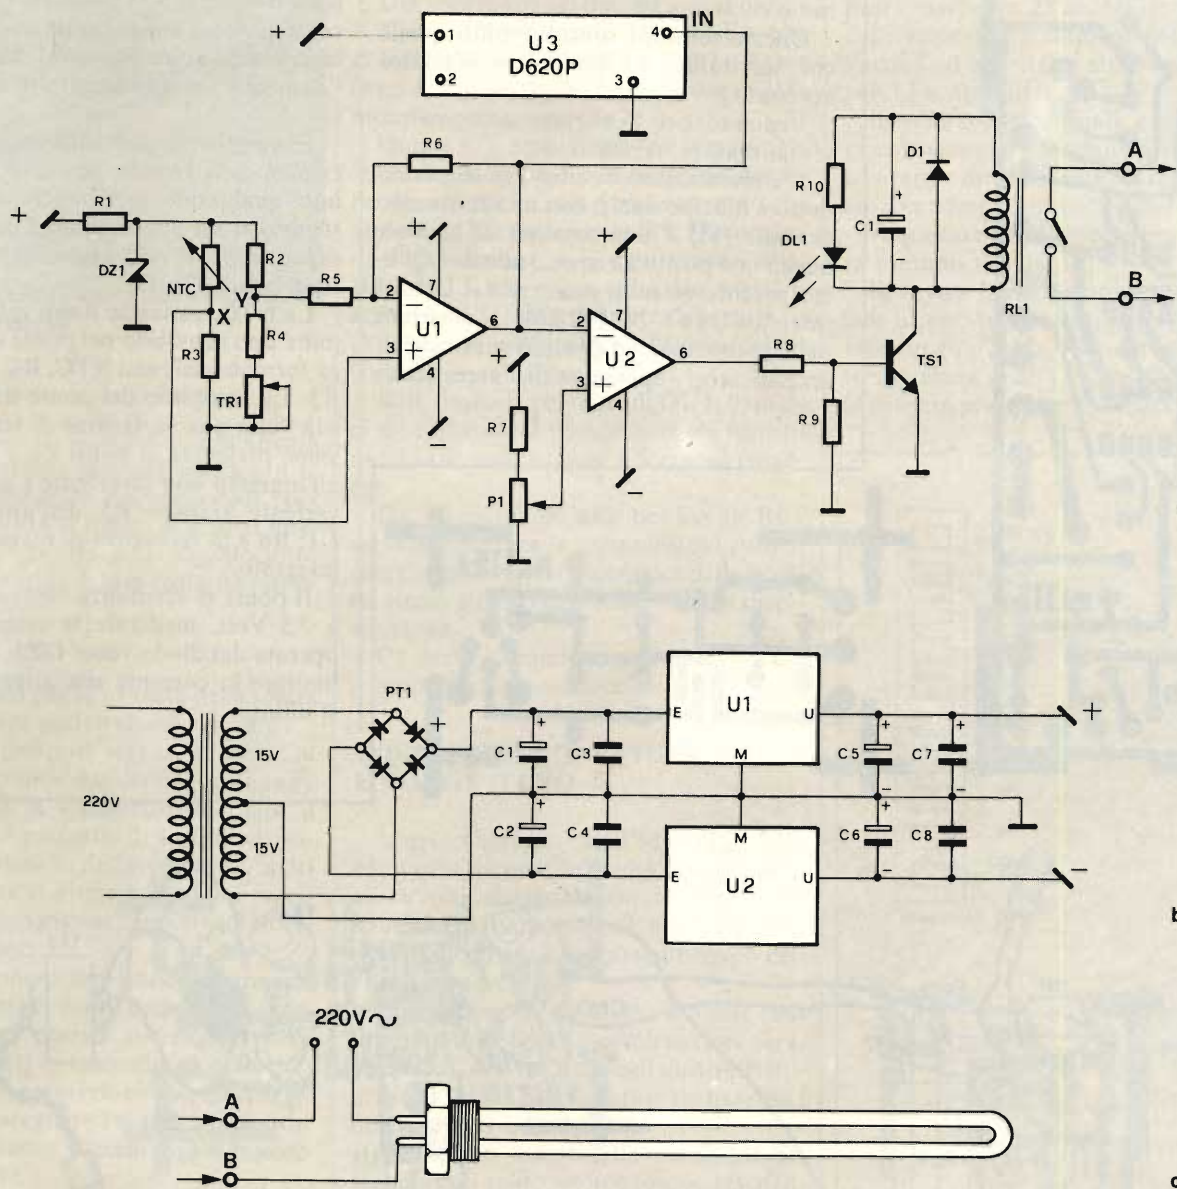

Fig. 2 - In a) Schema elettrico della Basetta MK 115, in b) dell'alimentatore MK 115A e in c) schematizzazione del riscaldatore MK 115R.
**ELENCO COMPONENTI - Fig. 2/a**
**ELENCO COMPONENTI - Fig. 2/b**
Dopo questa breve presentazione, possiamo ora alla descrizione del circuito elettrico, che potete osservare in fig. 2.
Questo display dispone di 4 terminali come potete notare in fig. 2 Il Pin 1 è l'alimentazione positiva, il 2 e 3 sono entrambe l'alimentazione negativa, il 4 è l'ingresso del segnale da visualizzare.